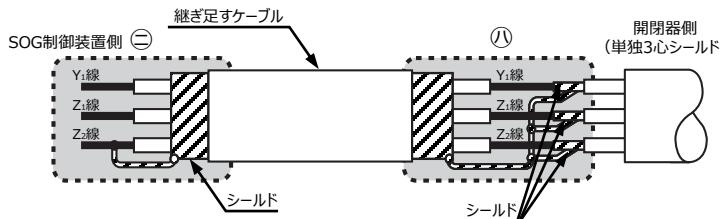

図9 ケーブルの継ぎ足し
- ②シールド内にはY1、Z1、Z2の3心のみとしてください。
- ③開閉器側制御ケーブルの端末は、シールド線をZ2端子にはんだ付けしていますので、継ぎ足す場合にはシールド線を外し、端子記号を合わせて接続してください。また開閉器側のY1、Z1、Z2のシールド線と継ぎ足すケーブル側のシールドを接続してください。(図9)
- ④継ぎ足した側のケーブル端末は、SOG制御装置側でシールドとZ2端子を接続してください。(図9)